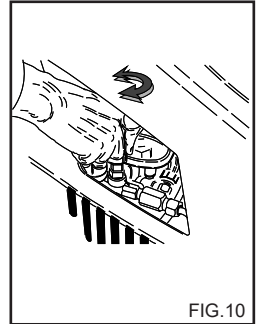

FIG. 10
Det här kapitlet innehåller bara de modeller som är försedda med tryckregulator. Med tryckregulatorn fig. 10, kan operatören ställa in arbetstrycket. Driftryck minskar då ratten C vrids motsols mot (B) (minimum).